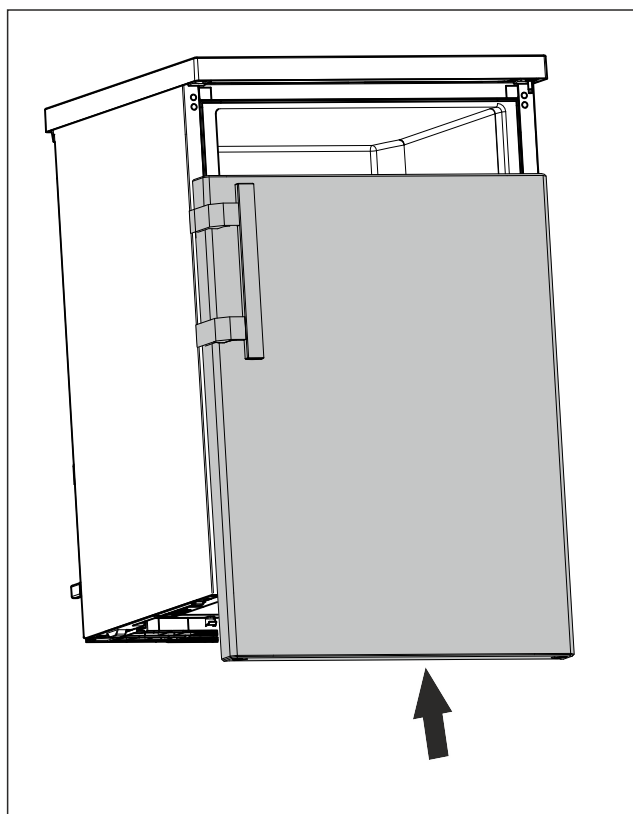

Fig. 23
- ▶ Inserire la porta chiusa sul perno superiore. (vedere Fig. 23)